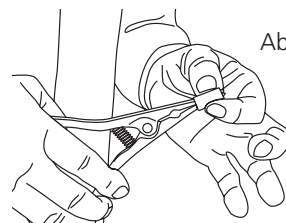

Abb. 8
1) Den Elastomer-Adapter vollständig in die Schnäbel der Separier-Zange einführen, in dem man die Kegligkeit befolgt (Abb. 8).